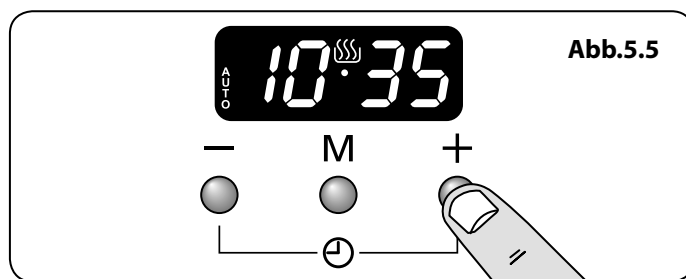

Abb.5.5
2. Wählen Sie die „Stoppzeit“ mithilfe der Tasten [+] und [-] aus. Die Anzeige zeigt die aktuelle Uhrzeit zusammen mit den Symbolen AUTO und Kochen an (**Abb.5.5**).